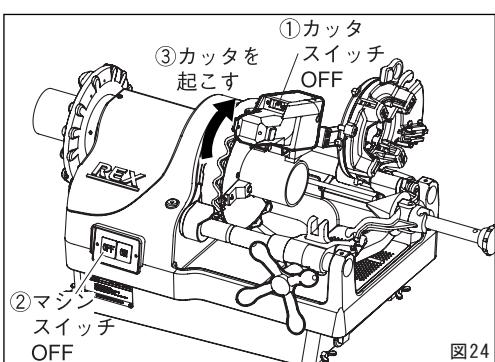

図24
4.切断終了(図24)
① まずカッタのスイッチをOFFにしてから、マシンのスイッチをOFFにします。
② 刃物とパイプの回転が停止したのを確認してから、カッタを起こしてください。